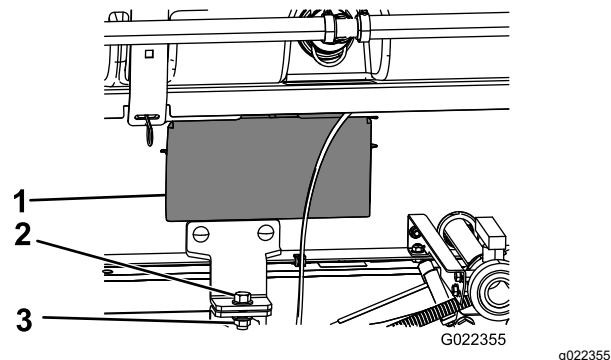

Bild 36
5. Nehmen Sie die Abdeckplatten an beiden Seiten des Gestellrahmens ab (Bild 36).
8. Befestigen Sie die Befestigungshalterung des Behältergestells mit einer Schraube ($\frac{1}{2}$ " x $1\frac{1}{2}$ ") und einer Sicherungsmutter ($\frac{1}{2}$ ") an der Ladepritschenhalterung am Rahmen auf beiden Seiten der Maschine, wie in Bild 36 abgebildet.